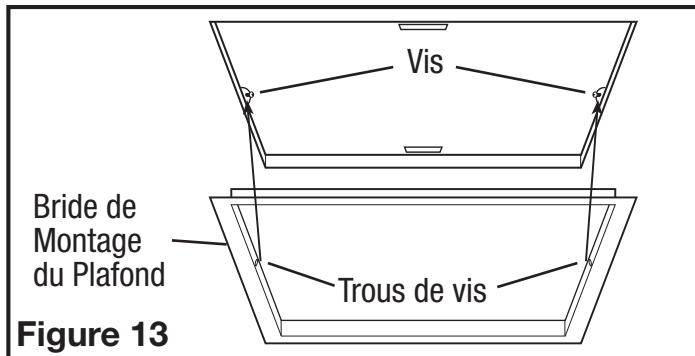

Figure 13
4. Installez la bride de montage au plafond pour couvrir tous les espaces qui existent entre le boîtier et le plafond fini. Placez un scellant (non fourni) sur le bord intérieur de la bride de montage au plafond pour assurer que la bride est scellée au plafond. Alignez les trous de vis dans la bride de montage au plafond avec les trous de vis à l'intérieur du boîtier et appuyez la bride en place afin qu'elle soit bien serrée contre le plafond. Réinstallez les vis de la bride de montage à l'intérieur du boîtier (Figure 13).